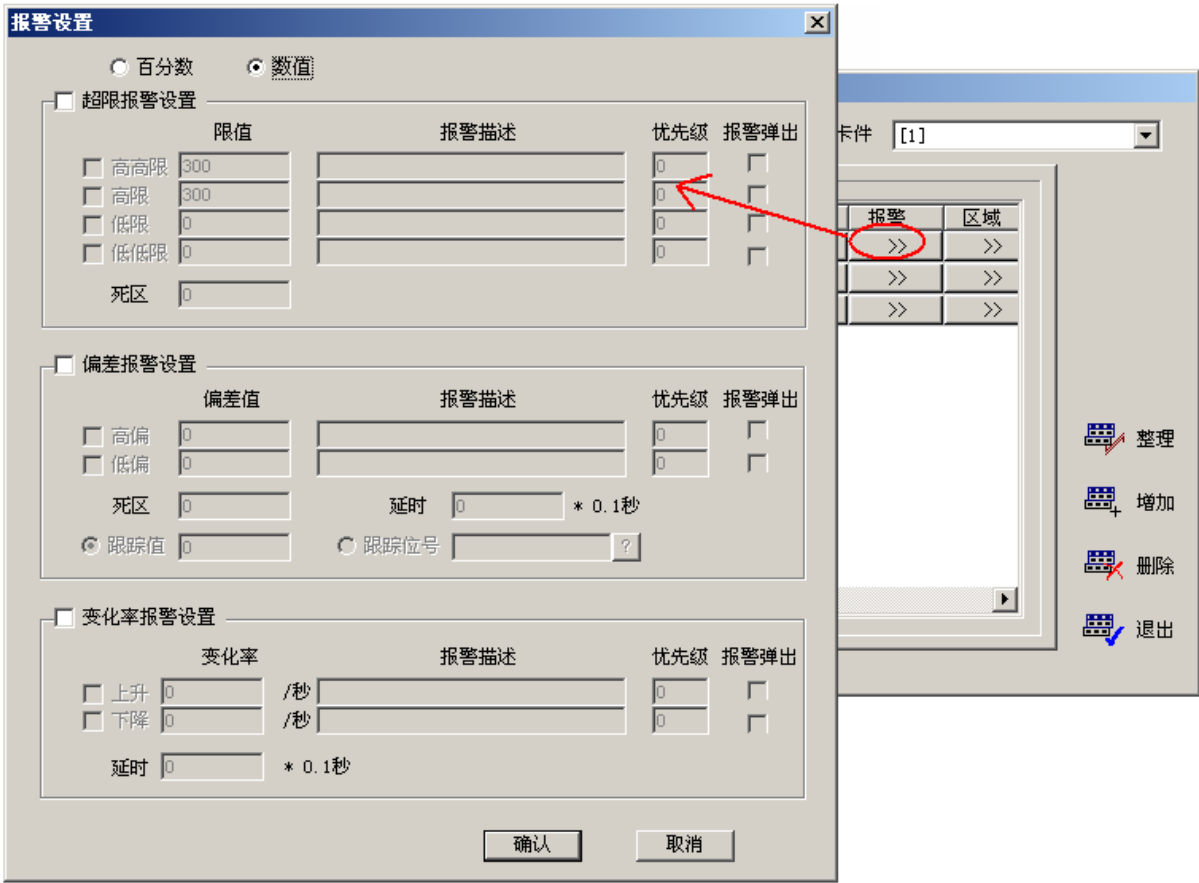

图 7-46 进入位号语音报警设置界面
- 在报警栏点击 >> 按钮，弹出如图 7-46所示的报警设置界面。